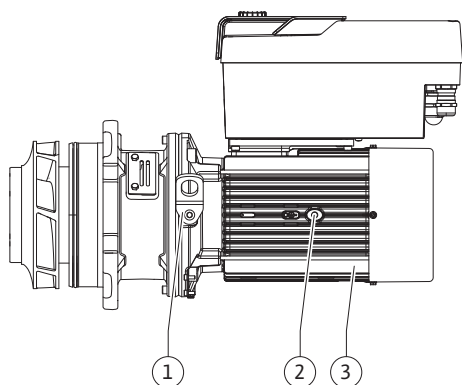

Fig. 107: Einstecksatz
13. Einstecksatz (siehe Fig. 107) in das Pumpengehäuse in der alten oder einer anderen gewünschten winkligen Lage einführen. Dabei zulässige Einbaulagen der Komponenten beachten (siehe Kapitel „Zulässige Einbaulagen und Änderung der Komponentenanzordnung vor der Installation“ [► 25]).